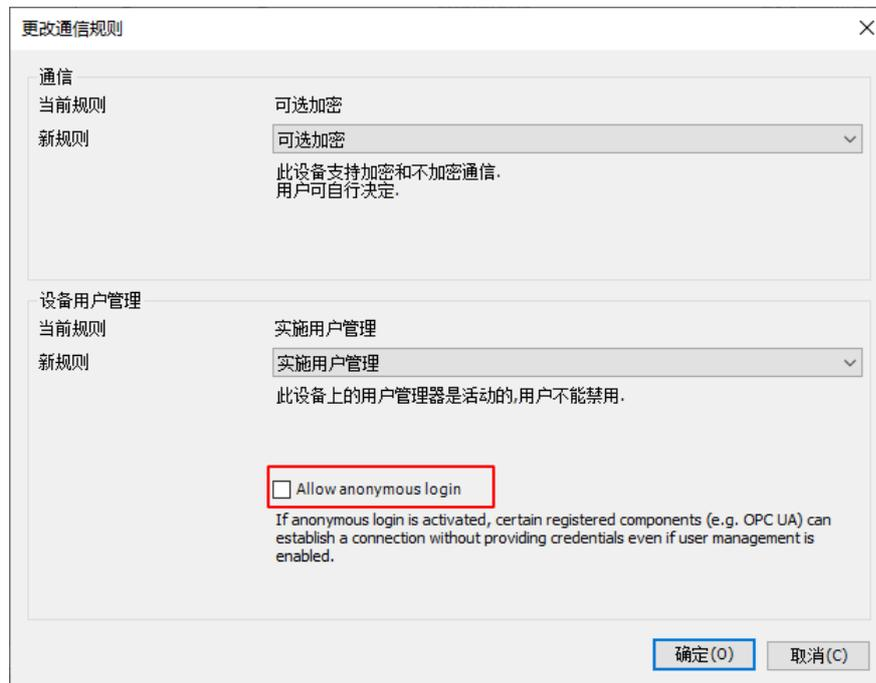

图 16-11 取消匿名登录
1. 如果开启了匿名登录，则需要先取消匿名登录方式后重启控制器，如图 16-11 所示。